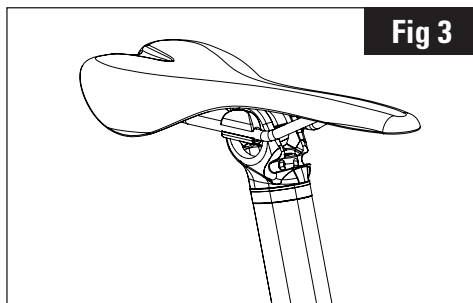

Fig 3
3. Dann das untere Stützelement (10c) unter den Sattelschienen einführen. (Abb.3)